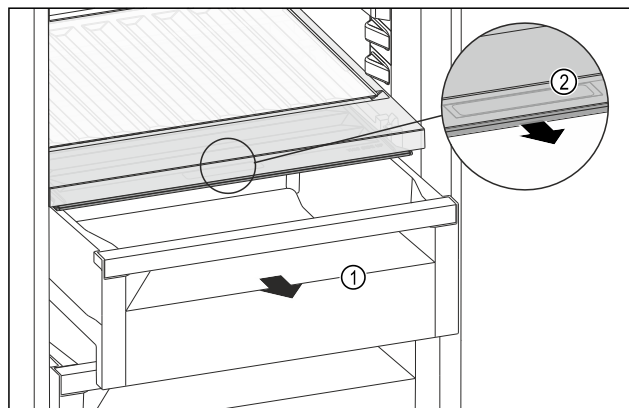

Fig. 128
- Витягніть висувний ящик Fig. 128 (1).
- Візьміться за потайну ручку Fig. 128 (2) на кришці відділення й одночасно потягніть кришку відділення вперед.